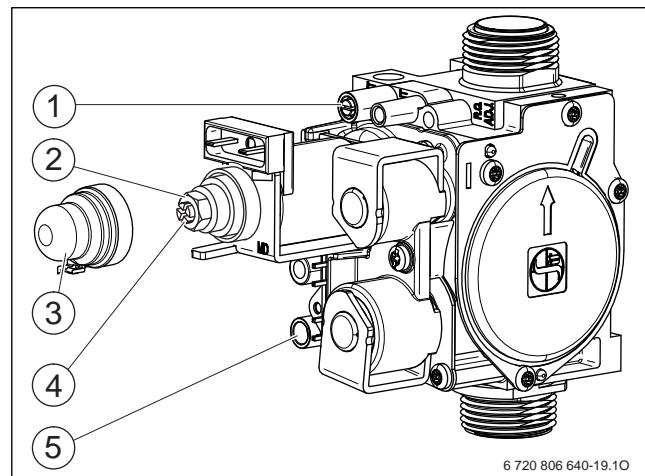

Рис. 31 Газовая арматура
- ▶ Отверните уплотнительный винт штуцера измерения давления на форсунках (→ рис. 31, [1]) и подсоедините U-образный манометр.
- ▶ Снимите крышку (→ рис. 31, [4]).
- ▶ Для «тх» давление (мбар) на форсунках приведено в таблице на стр. 37. Установите давление на форсунках регулировочным винтом максимального расхода газа (→ рис. 31, [2]). Поворот направо - больше газа, поворот налево - меньше газа.
- ▶ Давление на форсунках (мбар) для положения «минимум» приведено в таб. на стр. 37. Установите давление на форсунках регулировочным винтом минимального расхода газа (→ рис. 31, [3]).
- ▶ Отверните уплотнительный винт на штуцере измерения подаваемого давления газа (→ рис. 31, [5]) и подсоедините манометр.